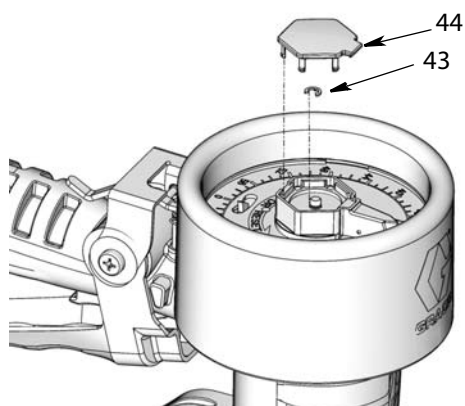

Рис. 26
- Снимите крышку (44), малое стопорное кольцо (43), (Рис. 26).